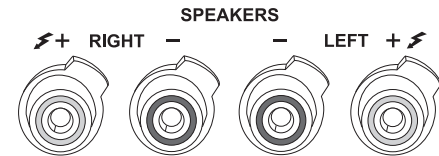

Abbildung 2: Lautsprecheranschlüsse an einer Endstufe (Beispiel)
2. Verbinden Sie die anderen Kabelenden mit den Lautsprecherausgängen Ihrer abgeschalteten Endstufe (siehe Abbildung 2).